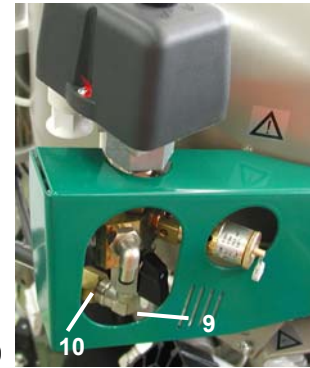

Rys.9
(Rys. 9)
Kabel sterowania odsysacza (24V AC/DC) należy przeprowadzić przez otwór w tylnej części skrzynki (1) (Rys. 9-C2) albo poprzez przewody rurowe w podłodze (11) (Rys. 9-C3), umocować przez zaczepy (2) umieszczone na lewym panelu skrzynki w jego dolnej części i przeprowadzić przez wydrążenie (3) w czołowej części skrzynki (Rys. 9-A). Przed włożeniem kabla do zaczepki należy odchylić materiał dźwiękowo-izolacyjny w (4) w kątach skrzynki, zdjąć obudowę kanału przewodu elektrycznego (5) i obudowę panelu elektrycznego (6). Kabel sterowania odsysacza należy podłączyć do zacisku połączenia płaskiego zgodnie ze schematem elektrycznym, zasunąć go do wydrążenia (3) w czołowej części skrzynki, za materiał dźwiękowo-izolacyjny na boku skrzynki (4) i do kanału przewodu elektrycznego (7) (Rys. 9-B).